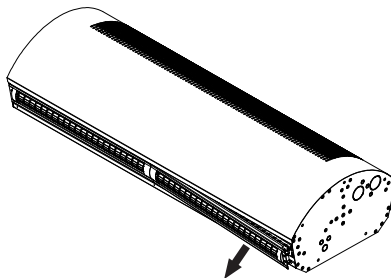

Рисунок 11.
- Извлечь наружу (30-40 мм) край сопла (см.рисунок 11).